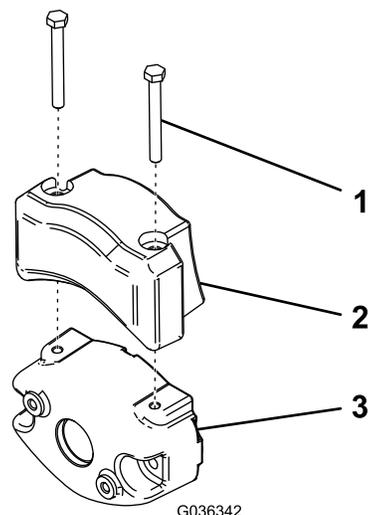

図 54
2. 図 54 のように、キャップスクリュー2本を使用して既存のカウンタウェイトに電動用ウェイトを取り付ける。